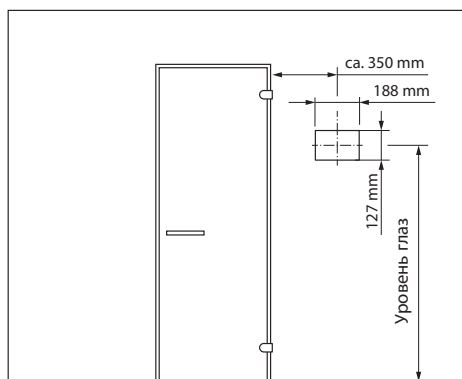

Рис. 5
2. Произведите вырез размером 127 x 188 mm (В x Ш, смотри рис. 5).